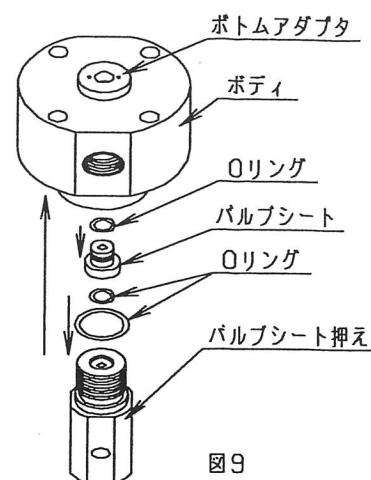

図9
- ⑪ バルブシート及びバルブシート押さえにOリングを取り付け、ボディに組込みます。バルブシート押さえの締付トルクは24ON·mです。(図9)
- ⑫ ピストンケースに組込まれたピストンにバルブを入れ、C型止め輪で固定します。